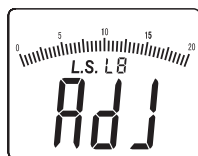

Figura 5-1-4B
- Tape el sensor óptico con la cubierta protectora y mantenga pulsada la tecla “HOLD/ZERO” durante un segundo. En la pantalla aparecerá el mensaje “ADJ” (tal como se muestra en la figura 5-1-4B), y a continuación el dispositivo entrará en el modo de calibración cero. Varios segundos después, el mensaje “ADJ” desaparecerá de la pantalla y el instrumento saldrá automáticamente del modo de calibración cero y regresará al modo de medición automático.